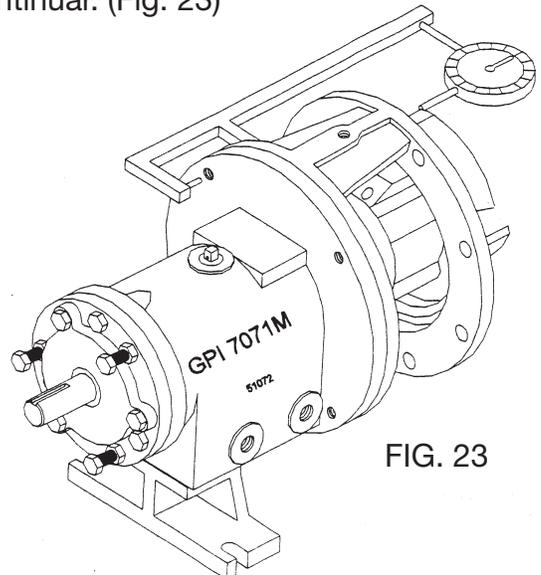

FIG. 23
15. Inspeccione "runout" del impulsor. Si la lectura total, inspeccionada de punta de veleta a punta de veleta, varia más de .005", determine la causa y corrija antes de continuar. (Fig. 23)